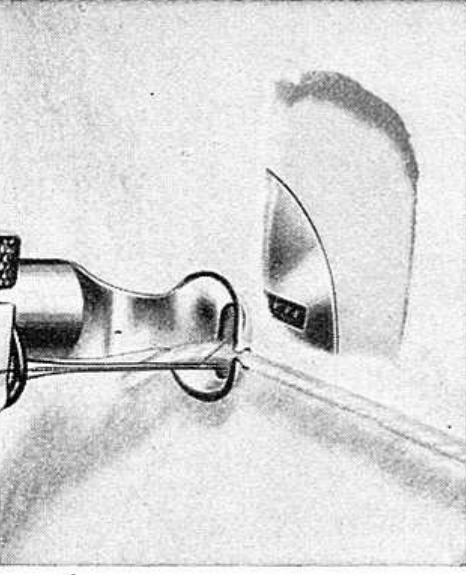

Abb. 48
2. Das Festnähen der überspannten Wollreihen. In den drei Abb. 48 a, b und c wird der Arbeitsgang des Stopfens klar veranschaulicht.